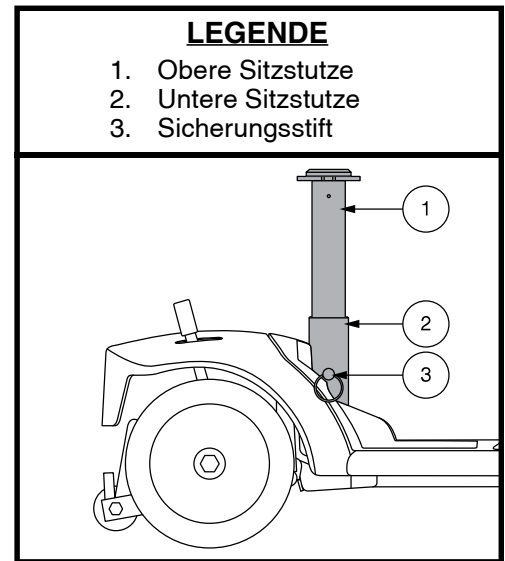

Abb. 26. Einstellung der Sitzhöhe
Siehe Abb. 26.
2. Entfernen Sie die obere Sitzstütze vom Elektromobil, indem Sie den Sicherungsstift aus dem unteren Teil der Sitzstütze nehmen. Ziehen Sie die Stütze dann senkrecht nach oben aus dem Elektromobil. **Siehe Abb. 26.**